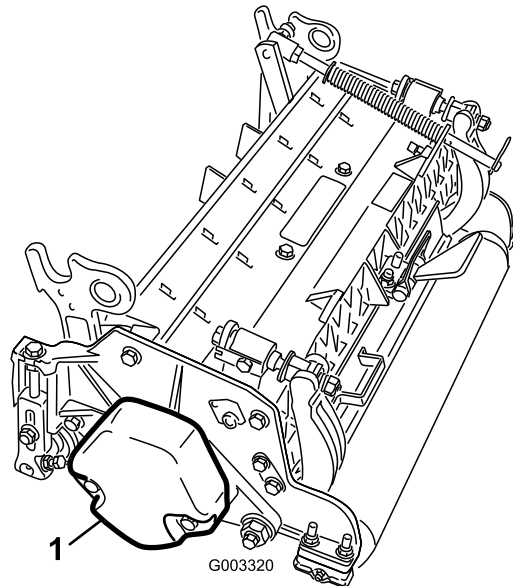

Bild 3
4. Stellen Sie sicher, dass der Gegenballast (Bild 3) am richtigen Ende jeder Schneideinheit montiert ist, siehe die *Bedienungsanleitung* der Schneideinheiten.